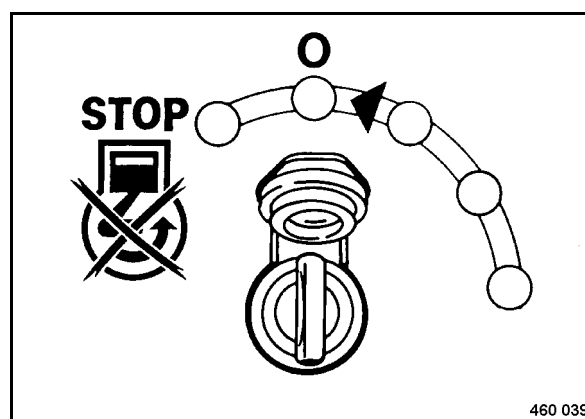

Fig. 69
- Girare l'interruttore di accensione (Fig. 69) nella posizione "0" e togliere la chiave di accensione.